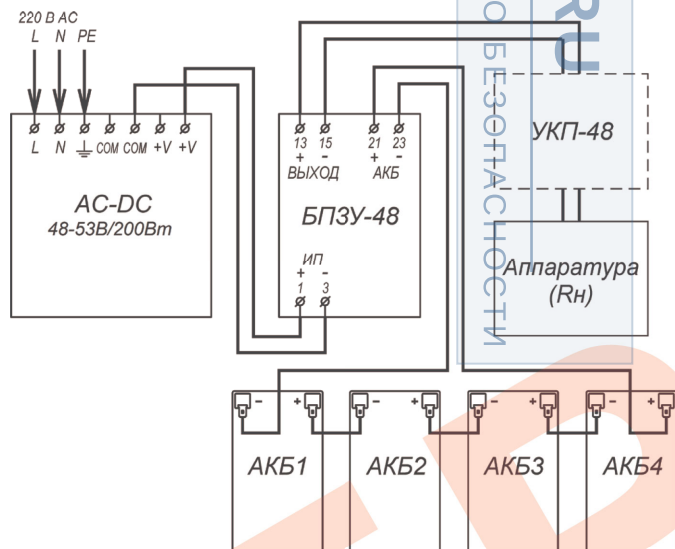
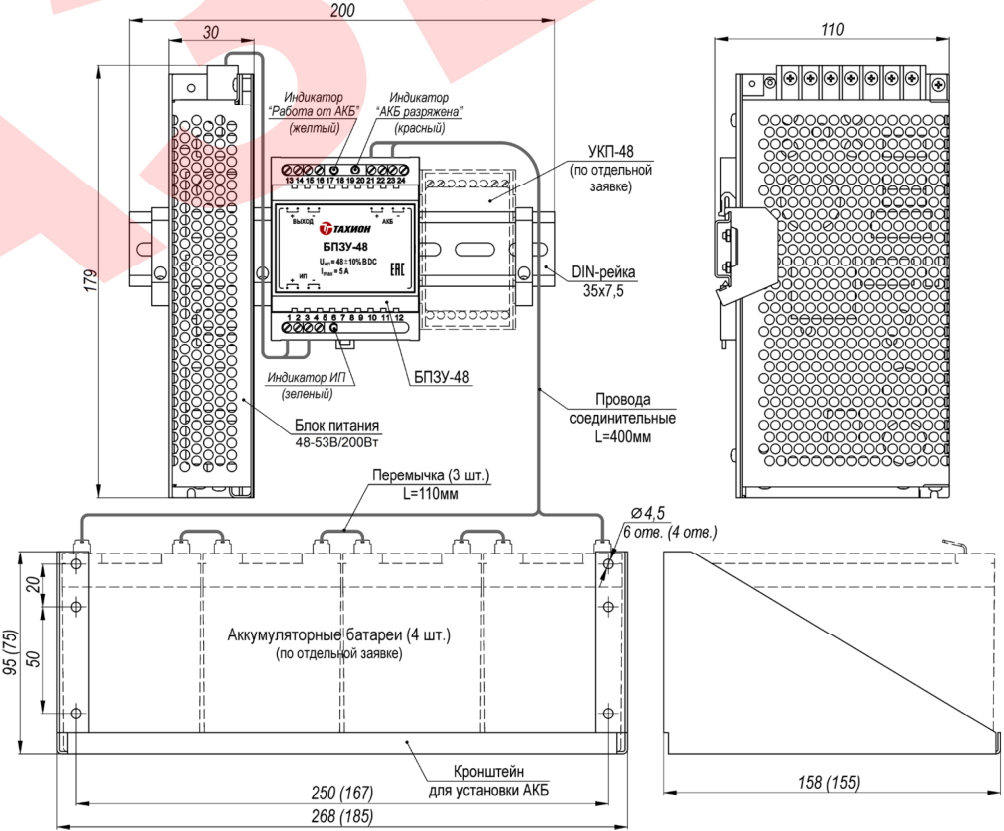

Рис.2 Схема электрическая принципиальная
Рис.1 Устройство, габаритные и установочные размеры
Подключение цепей изделий производится в соответствии со схемой электрической принципиальной (рис.2). Для подключения необходимо:
2. Установить аккумуляторные батареи на кронштейн (см. рис.1) и подключить их проводами соединительными к контактам 21 (+) и 23 (-) БПЗУ-48, соблюдая полярность. Соединить аккумуляторы перемычками.
4. Подать трехпроводным кабелем напряжение питания 220В AC на соответствующие контакты блока питания, при этом фазный провод (L) соединить с контактом L, нулевой провод (N) с контактом N, а провод заземления соединить с контактом PE.
12. Габаритные размеры	см. рис.1
Устройство изделия приведено на рис.1, схема подключения на рис.2.